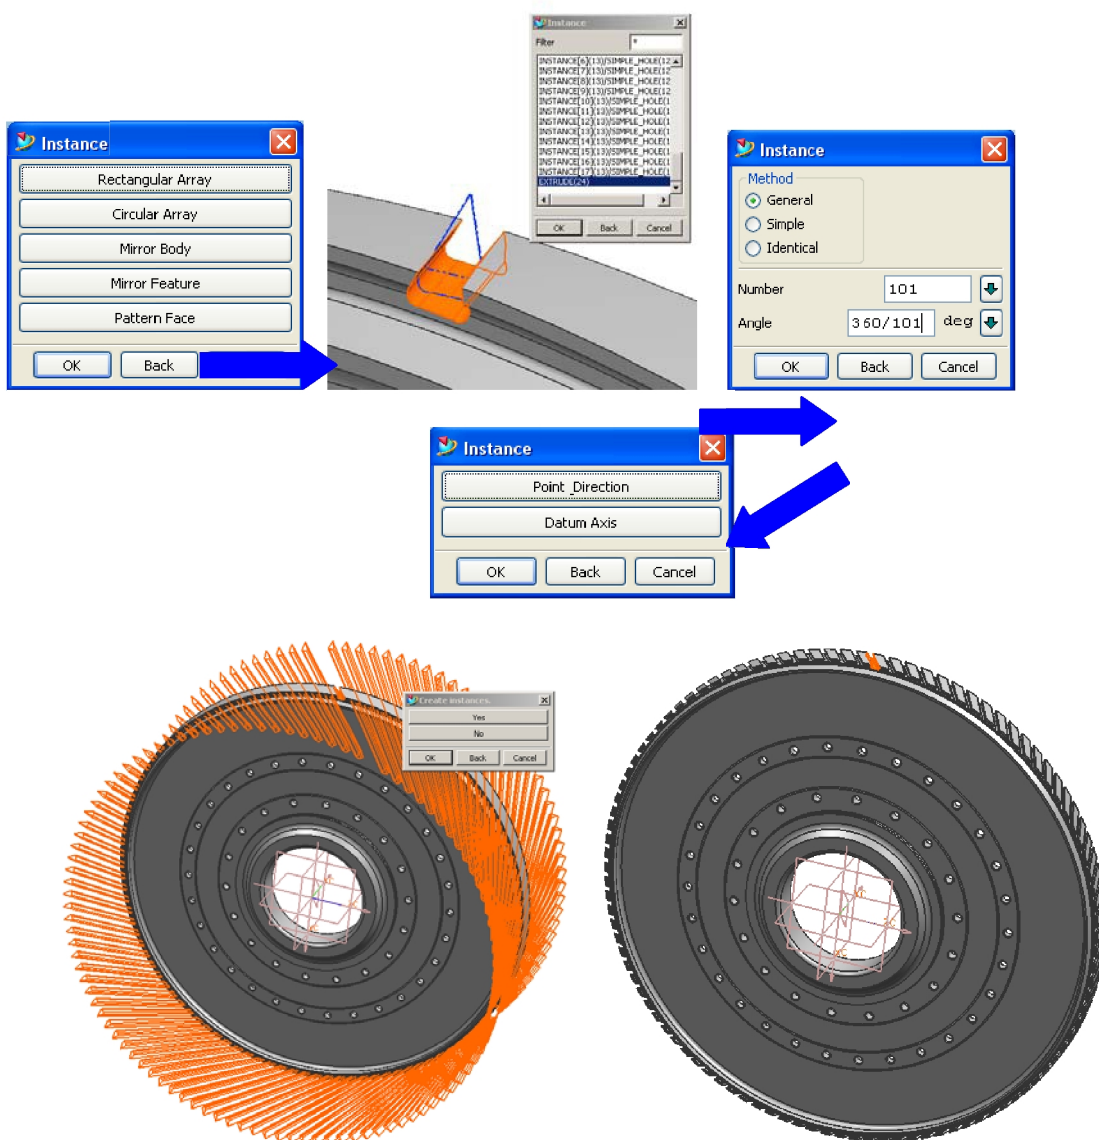

Рис. 47. Построение пазов в диске
- Создайте остальные (101) замковые пазы. Для этого воспользуйтесь функцией создания массивов (**Insert** → **Associative Copy** → **Instance...**). Выберите опцию **Circular Array** и укажите паз замка. Задайте число пазов и угол ($360/101$). Выберите Datum Axis и создайте массив (Рис. 47).